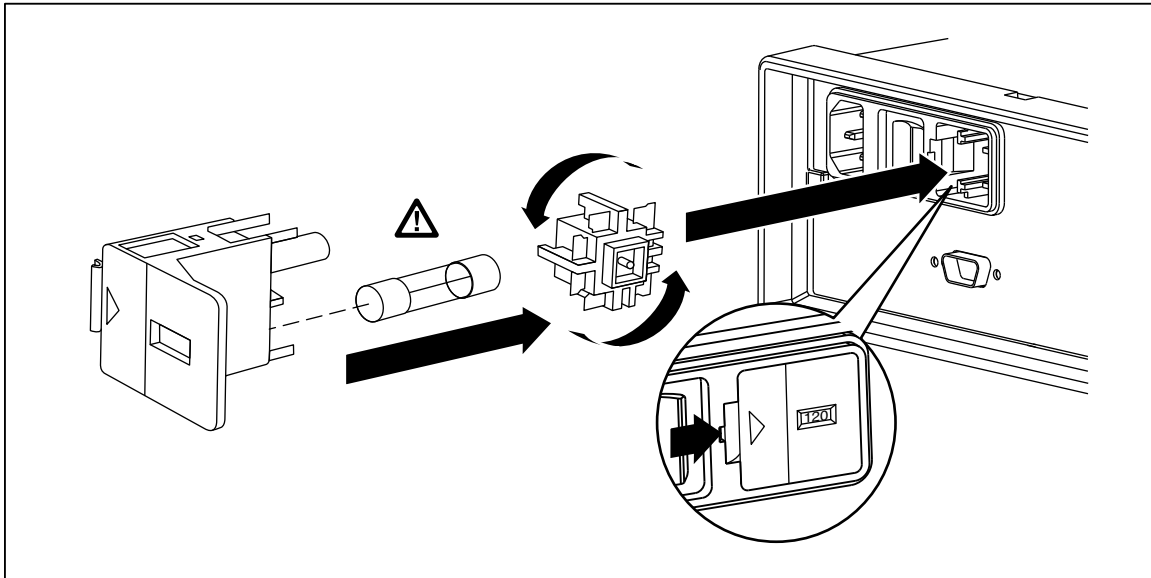

Figura 2-1. Sostituzione del fusibile di alimentazione
2. Inserire la lama di un cacciavite piccolo nell'incavo alla sinistra del portafusibili e far leva verso destra fino a sganciare il portafusibili. Vedere Figura 2-1.